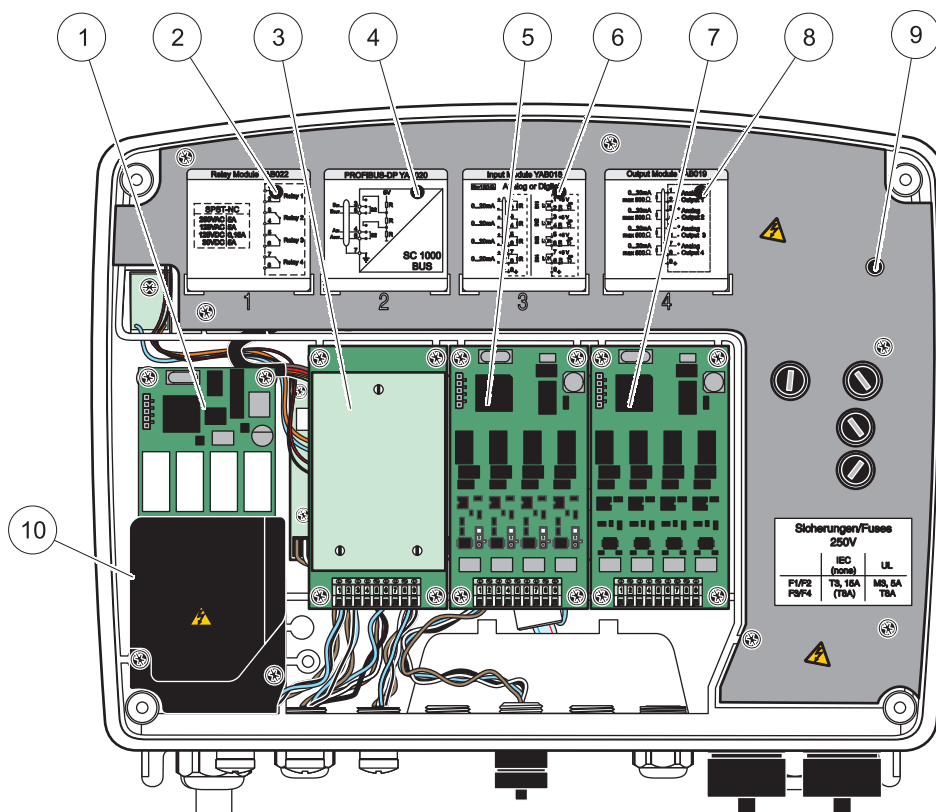

図 18 拡張カード ポート
3. 適切なスロット (図 18) に接点出力 カードを接続します。マグネットドライバーを使用して、4 本のプラスネジでカードを固定します (プローブモジュールを作業台の上に水平に置いた状態でカードを接続するよりも、標準の垂直の取り付け位置で取り付ける方が簡単です)。
6. 銘板から供給されたステッカーにシリアル番号を書き込み、そのステッカーをメインの高電圧防護壁に添付します (図 18)。このシリアル番号はネットワーク上のカードの同一の内部アドレスです。
2. 適切なスロット (図 18) に入力カードを接続します。4 本のネジをカードに固定するために、マグネット ドライバーを使用します。
5. 銘板から供給されたステッカーにシリアル番号を書き込み、そのステッカーをメインの高電圧防護壁に添付します (図 18)。
2. 適切なスロット (図 18) に出力カードを接続します。4 本のネジをカードに固定するために、マグネット ドライバーを使用します。